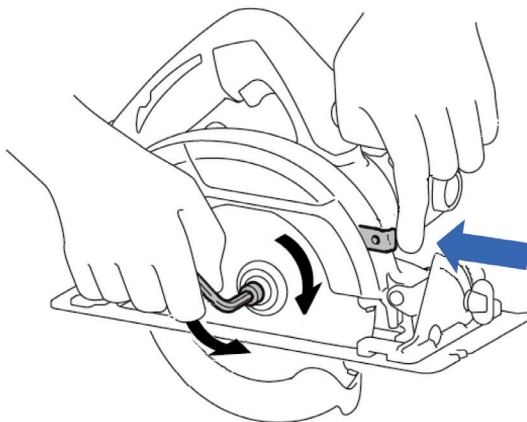

Рис. 3
- Зафиксируйте вал пилы, нажав на кнопку блокировки шпинделя (рис. 3).
- С помощью шестигранного ключа открутите болт против часовой стрелки (рис. 3).